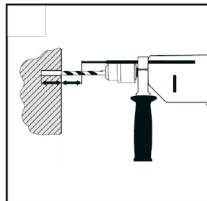

рис.4
3. Установка ограничителя глубины сверления (рис.4):